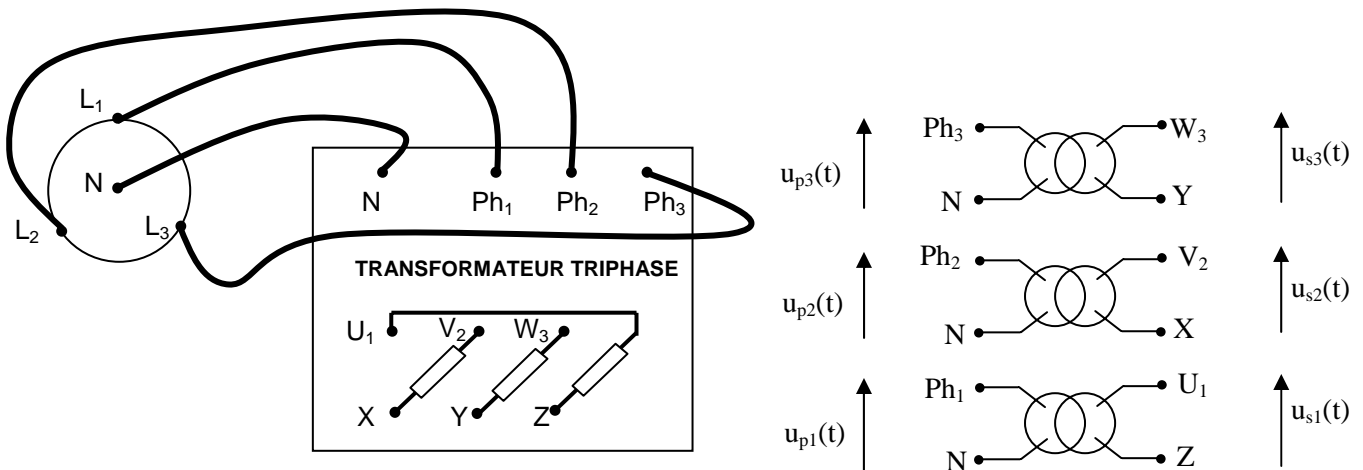

Figure 3
- Coupez l'alimentation triphasée et réalisez le montage de la figure 3.
- Reprenez le montage de la figure 3 et reliez entre elles les trois bornes X , Y et Z . De cette façon, les tensions $u_{s1}(t)$, $u_{s2}(t)$ et $u_{s3}(t)$ possèdent la même tension de référence.